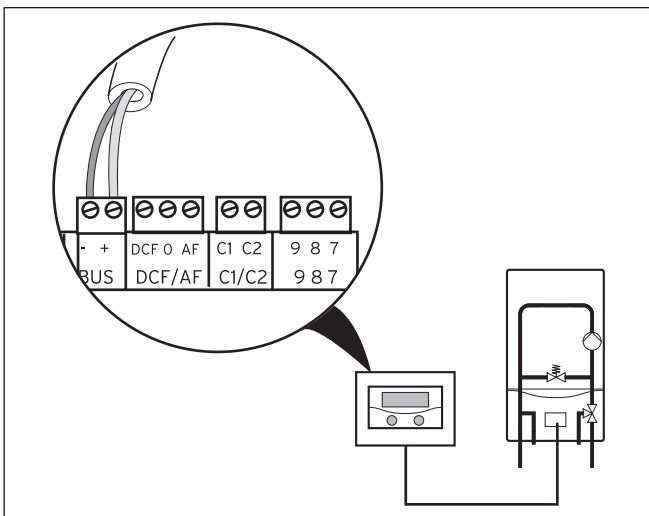

Fig. 4.2 Raccordement de l'appareil de chauffage
- Procédez au câblage de raccordement de l'appareil de chauffage comme décrit à la fig. 4.2. La conduite eBUS (au moins 2 x 0,75 mm²) doit être mise en place côté paroi.